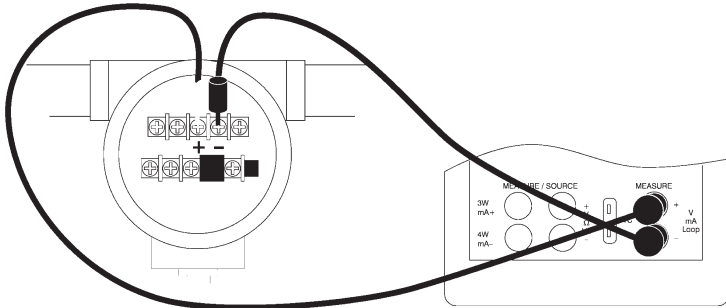

Abb. 17. Verbindung ohne separate Stromversorgung
2. Den Kalibrator an den Klemmen mA Loop wie in Abbildung 17, anklemmen.